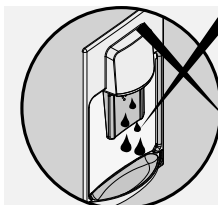

Figura 38
- Con ambas manos en el lado derecho del tanque, hale con suficiente fuerza en dirección hacia usted, luego del lado izquierdo del tanque hale nuevamente en la misma dirección, y retírelo completamente (figura 38, 39).